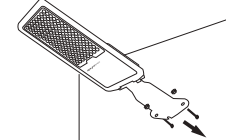

рис. 2
- 5.6.2 Монтаж светильника на стену (рис. 2):